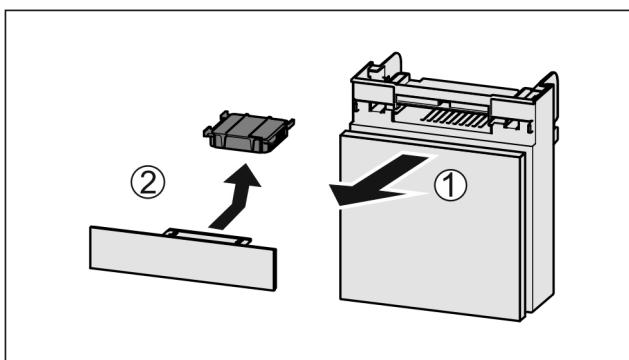

Fig. 140
- Vytiahnite zásuvku smerom dopredu Fig. 140 (1).
- Vyberte aktívny uhlíkový filter Fig. 140 (2).